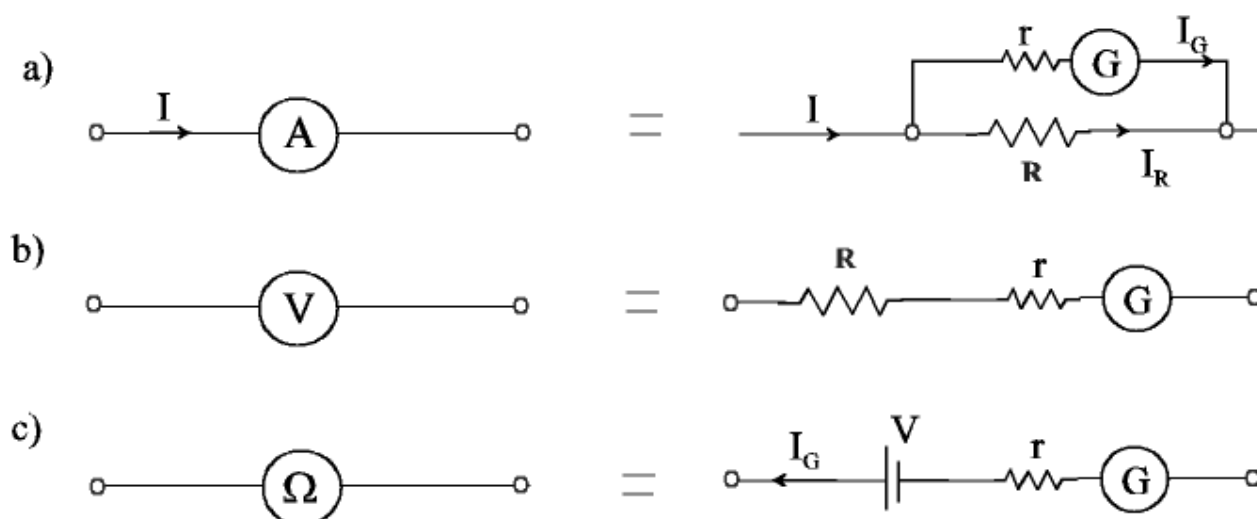

Figure IX.5.
Un simple galvanomètre permet seulement de mesurer des courants de faible intensité, typiquement inférieurs à $50 \mu\text{A}$. Pour mesurer des courants d'intensité plus élevée et obtenir un ampèremètre on branche une résistance R , que l'on appelle "shunt" en parallèle avec le galvanomètre (voir figure IX.5.a).
Pour constituer un voltmètre à partir d'un galvanomètre, on place une résistance R en série avec ce dernier (voir figure IX.5.b). Supposons qu'on veuille obtenir un voltmètre permettant de mesurer des différences de potentiel jusqu'à 5V à partir du même galvanomètre que ci-dessus. Lorsque la différence de potentiel aux bornes du voltmètre sera de 5 V, l'aiguille du galvanomètre devra être à fond d'échelle et par conséquent il y passera un courant de $50 \mu\text{A}$, qui traversera aussi la résistance R . Dès lors :
Pour obtenir un ohmmètre, il faut mettre une pile de tension connue, V , en série avec le galvanomètre (voir figure IX.5.c). La pile fait circuler dans la résistance inconnue, R_x , connectée aux bornes de l'ohmmètre, un courant I_G donné par :
La sensibilité des appareils de mesure est le plus souvent précisée sur leur cadran, généralement en ohms par volt, ce qui indique quelle est la résistance interne de l'appareil, par volt au maximum d'une échelle. Ainsi lorsqu'un appareil a une sensibilité de $50000 \Omega / V$, il possède une résistance interne de $500 \text{ k}\Omega$ lorsqu'il est utilisé avec l'échelle de 10 V . La valeur maximum du courant qui traverse le galvanomètre est alors de $10 \text{ V} / 500 \text{ k}\Omega = 20 \mu\text{A}$; elle est donnée par l'inverse de la sensibilité. Une autre manière de déterminer la résistance interne du galvanomètre est de confronter les valeurs à fond d'échelle correspondant à la sélection commune de l'ampèremètre et du voltmètre, soit 250 mV et $100 \mu\text{A}$ sur le multimètre de la Fig. IX.4. Ce mode de fonctionnement correspond à la sensibilité maximale du multimètre, en l'absence de résistance de shunt R sur la Fig. IX.5. Par conséquent, la résistance interne du multimètre de la Fig. IX.4 est simplement $r = 250 \text{ mV} / 100 \mu\text{A} = 0.25 / 10^{-4} \text{ V/A} = 2.5 \text{ k}\Omega$.
Actuellement, pour la plupart des applications, les appareils à aiguilles ont été supplantés par des appareils à affichage numérique, généralement moins chers, plus robustes et plus précis (voir figure IX.6). Ceux-ci ne sont pas basés sur un galvanomètre mais sur des circuits électroniques comportant des transistors et permettant une mesure directe de différence de potentiel. Les autres échelles, l'ampèremètre et l'ohmmètre sont obtenus à partir de ce voltmètre par des opérations analogues à celles de la figure IX.5.
- Sur le modèle de la Figure IX.5, faire un diagramme indiquant comment le galvanomètre interne est localisé dans le circuit de mesure pour ces deux situations.